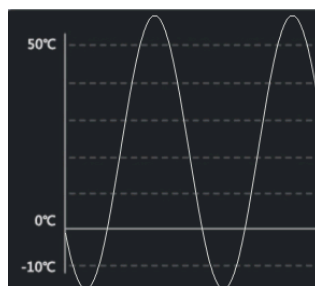

图 4-6 水平显示
- 4、显示方向：曲线的显示方向，分为 “水平”、“垂直”。如 图 4-6 所示为 “水平” 显示效果。